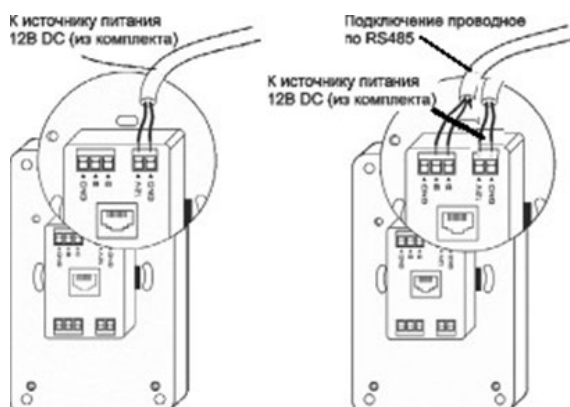
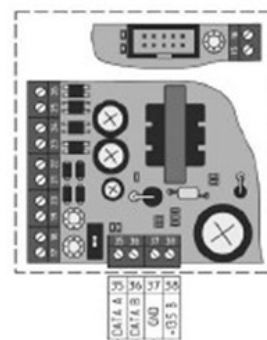

Рис.10 (подключение к источнику питания 12В DC)
Рис.11 (проводное подключение по RS485)
2. Подключить питание панели, соблюдая полярность +12В и GND от комплектного блока питания на соответствующие клеммы панели (см. рис. 10).
Управление происходит по интерфейсу RS485, протокол Modbus RTU. Необходимо подключить контроллер автоматики к панели кабелем типа «витая пара» на клеммы A, B, GND. Отдельно подать питание +12В и GND с блока питания (из комплекта или другого стабилизированного источника питания 12В с током не менее 1А) на клеммы подключения питания (см. рис. 11).
4. Подключить панель управления согласно выбранному типу подключения и схеме подключения (см. рис.10 или рис.11).
4. Подключить панель управления согласно выбранному типу и схемы подключения (см. рис.10 или рис.11).
5. Подключить панель управления согласно выбранному типу и схемы подключения (см. рис.10 или рис.11).